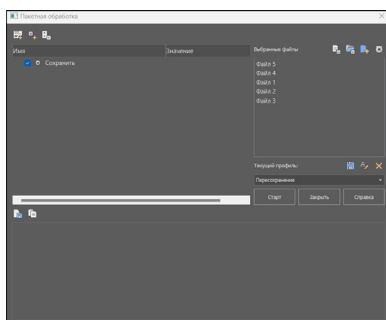

Рис. 27. Новый профиль, настроенный на обновление формата файлов
- 5) Откройте на обработку ваш архив файлов, после чего запустите процедуру обработки (рис. 27).